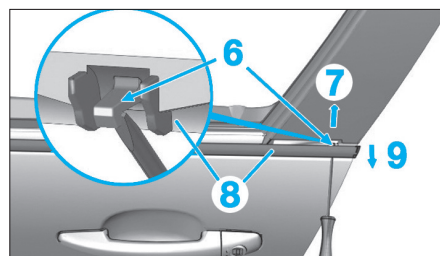

Fig. 110
- À l'aide d'un petit tournevis plat, dégrafer l'agrafe en (6) vers le haut (7) (Fig.110).
- Dégager l'extrémité du joint lècheur extérieur (8) flèche (9).